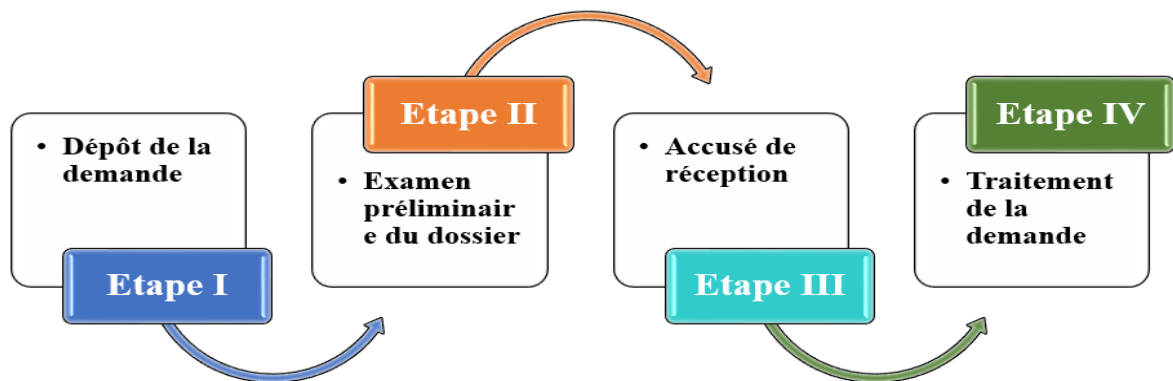

Figure 01 : Etapes à suivre pour le traitement des demandes de Certificat de Garantie d'Origine
Le traitement de la demande se déroule en quatre (04) étapes, citées ci-après (**voir Fig.01**) :